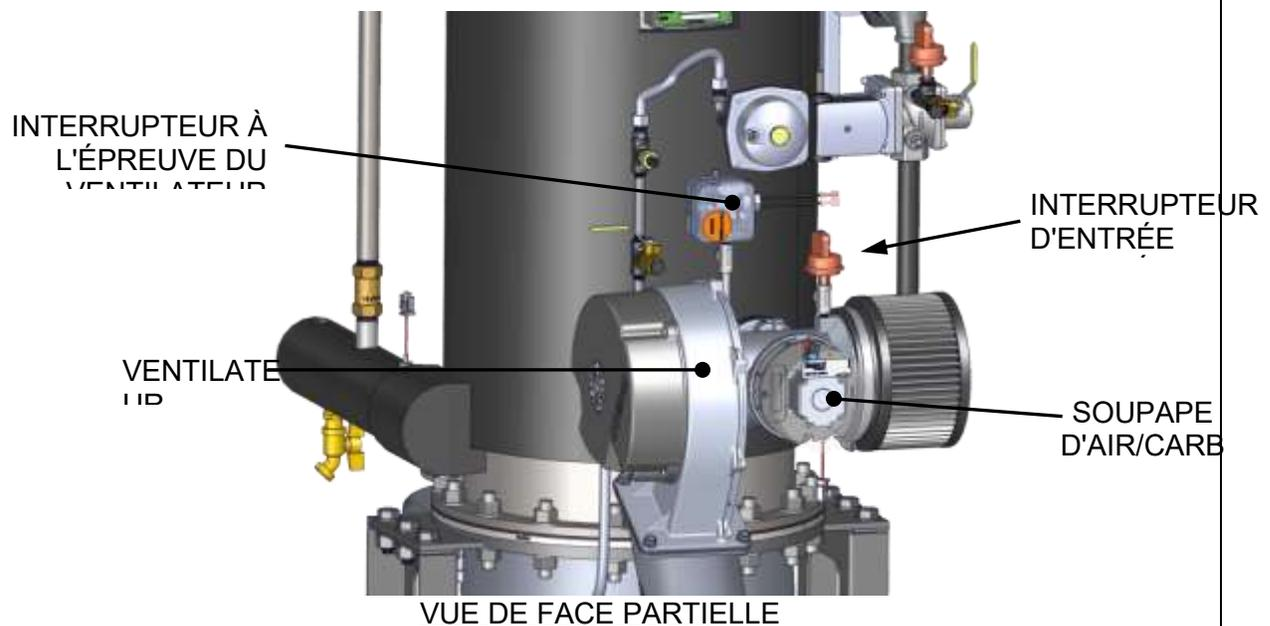

Figure 5.8-2 : Emplacements des interrupteurs d'entrée bloqués et à l'épreuve des ventilateurs
Ces essais vérifient le fonctionnement de les interrupteurs **Blower Proof** et **Blocked Inlet** illustrés à la figure 5.8-2.
9. Ensuite, vérifiez le fonctionnement de l' **interrupteur d'admission bloqué** situé du côté d'entrée de la soupape d'air/carburant (figure 5.8-2).